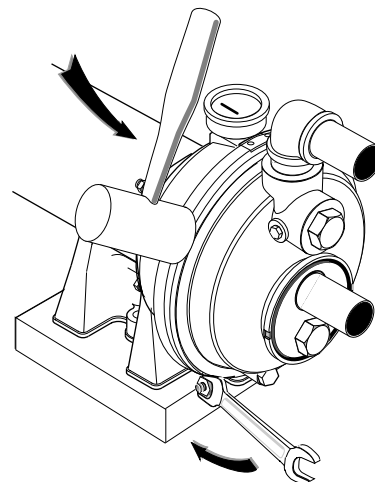

Figure 12
- S'ASSURER** que l'intérieur du collier est propre. Poser le collier sur les moitiés de la pompe; serrer fermement. Serrer alternativement la vis et taper sur le collier avec une massette à embout de caoutchouc pour faire reposer le joint torique (voir la Figure 12).